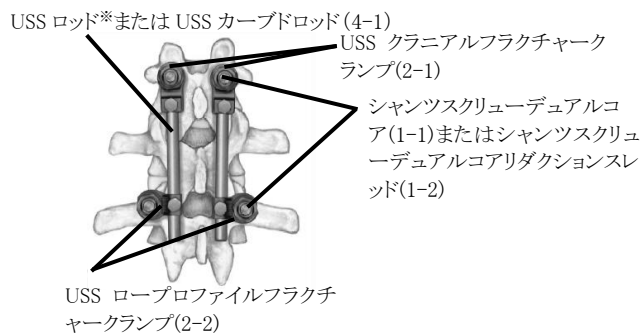

図 8. USS クラニアルフラクチャーランプ(2-1)と USS ローププロファイルフラクチャーランプ(2-2)の装着例
- 椎体へ刺入したシャンツスクリューデュアルコア(1-1)またはシャンツスクリューデュアルコアリダクションスレッド(1-2)に対して、USS ロッド※または USS カーブドロッド(4-1)と連結した、本品(USS クラニアルフラクチャーランプ(2-1)または、USS ローププロファイルフラクチャーランプ(2-2)のシャンツスクリュー挿入部①を挿入する。コネクター(2-1)(2-2)のナット(2-1-4 または 2-2-4)を締め、シャンツスクリュー デュアルコア(1-1)またはシャンツスクリューデュアルコアリダクションスレッド(1-2)と、USS クラニアルフラクチャーランプ(2-1)(シャンツスクリューデュアルコア(1-1)またはシャンツスクリュー デュアルコアリダクションスレッド(1-2)は USS ロッド※の長軸方向に位置)、または、USS ローププロファイルフラクチャーランプ(2-2)(シャンツスクリューデュアルコア(1-1)またはシャンツスクリューデュアルコアリダクションスレッド(1-2)は USS ロッド※、または USS カーブドロッド(4-1)の横方向に位置)とを強固に固定する。
- シャンツスクリューデュアルコア(1-1)、シャンツスクリューデュアルコアリダクションスレッド(1-2)のうち、USS クラニアルフラクチャーランプ(2-1)または、USS ローププロファイルフラクチャーランプ(2-2)のナットより突出した部分を、専用の手術器械を用いて切断する(図 8)。